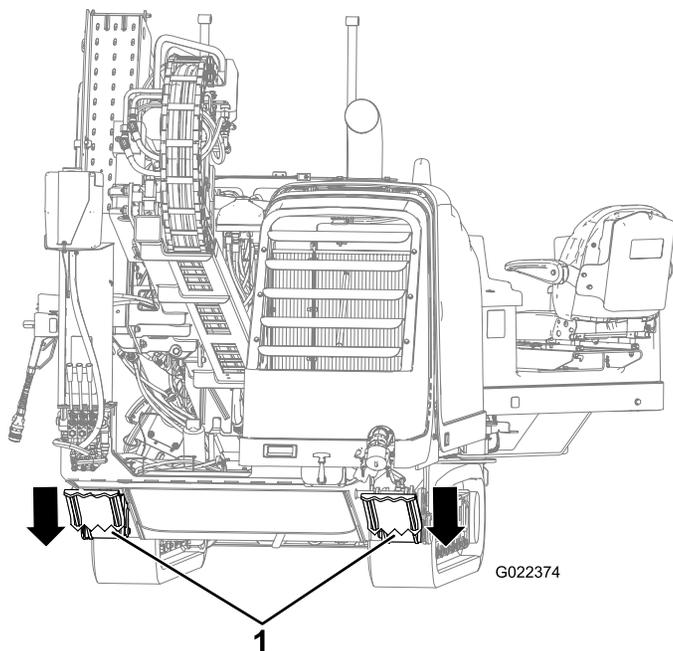

Bild 81
10. Senken Sie die hinteren Ausleger, bis sie fest auf dem Boden stehen oder bis der gewünschte Winkel erreicht ist (Bild 81).